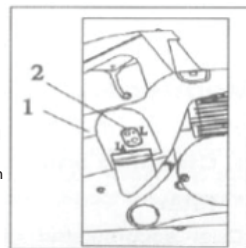

Fig. 9
2. Reglarea carburatorului Carburatorul a fost presetat și reglat în fabrică pentru a realiza un amestec optim combustibilair, pentru o funcționare a motorului eficientă, fiabilă, cu emisii reduse. Filtrul de aer și bujia trebuie verificate și întreținute în mod periodic. În cazul în care se constată că polizorul unghiular nu funcționează satisfăcător (cum ar fi turația în gol, turația prea mare sau prea mică sau persistența unor emisii de noxe anormale), ar putea fi necesară o ușoară reglare a carburatorului, care include (ref. Fig. 9):
a. Reglarea setării standard: Găsiți Șurubul de reglare a turației reduse „L” (vezi Fig. 9) în interiorul orificiului de sus de pe capacul carburatorului, cu ajutorul unei șurubelnițe răsuciți șurubul L în sens orar până la capăt. După aceea răsuciți șurubul L înapoi (în sens antiorar) 360o. b. Reglarea turației în gol: De obicei este necesară reglarea turației în gol după reglarea Setării standard (a). pentru a regla turația în gol, mai întâi porniți motorul. Dacă turația în gol este prea mică, este posibil ca motorul să se oprească după pornire. În acest caz, faceți mai întâi setarea standard, conform instrucțiunii de la punctul (a), apoi răsuciți în sens orar șurubul LA de reglare a turației în gol (vezi Fig. 9) din interiorul orificiului inferior de pe capacul carburatorului până când discul începe să se rotească. După aceea răsuciți șurubul LA înapoi (în sens antiorar) un sfert de cerc (90o). Dacă turația în gol este prea mare, discul va funcționa la viteză de mers în gol, ceea ce nu este bine pentru polizorul unghiular. În acest caz, faceți mai întâi setarea standard, apoi răsuciți în sens antiorar șurubul LA de reglare a turației în gol până când discul încetează a se roti. Apoi răsuciți șurubul LA mai departe 90o (în sens antiorar).